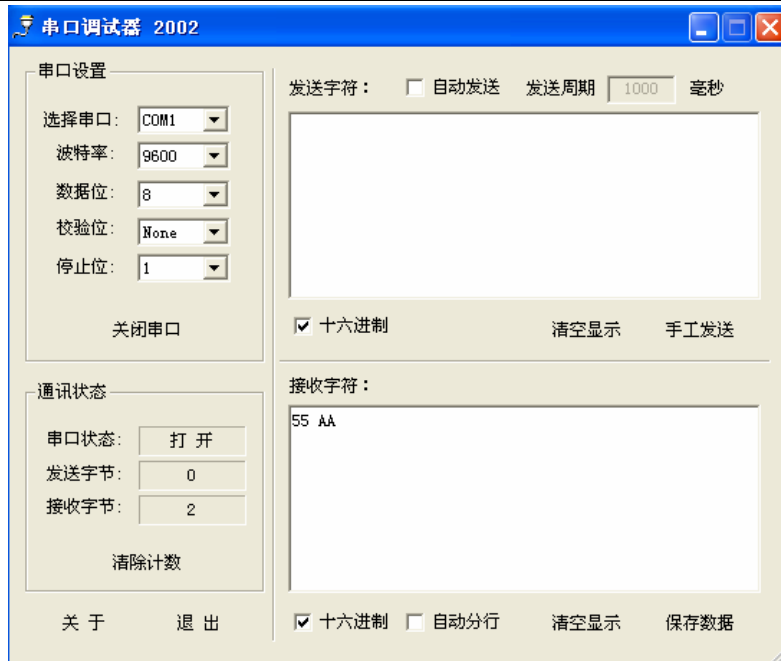

图 5-32
4. 把刚才烧有 i2c_R 程序的单片机插到实验板中去, 通上电源, 当 LED 灯熄灭之后, 就可以在串口调试器的接收区见到 0x55、0xaa 两个数据(如下图 5-32 所示)。